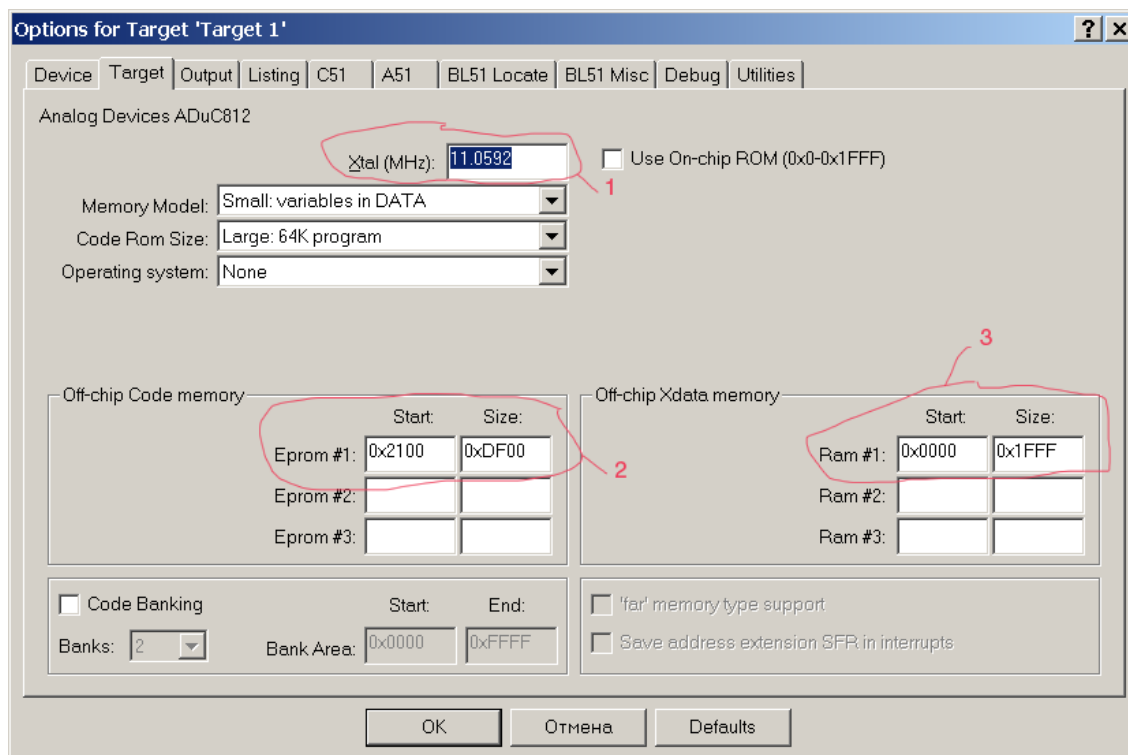

Рис. 14.
4. Настроить опции проекта, для чего нажать пункт меню Project -> Option for target и выставить параметры как показано на рис. 14.
На рис. 14 выделено следующее: